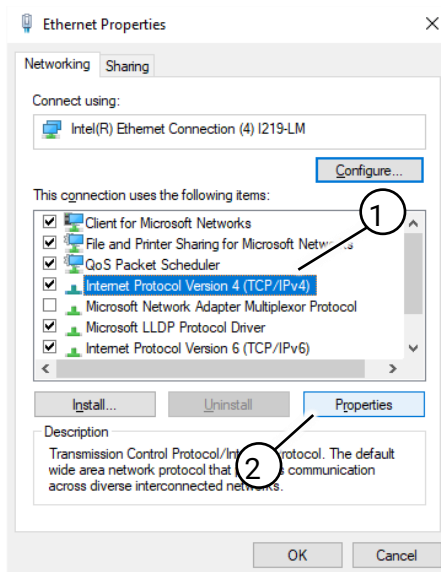

Fig. 42 Eigenschappen van de netwerkadapter
4. Selecteer de optie 'Internet Protocol versie 4 (TCP/IPv4)' (Fig. 42 (1)) en selecteer opnieuw 'Eigenschappen' (Fig. 42 (2)).